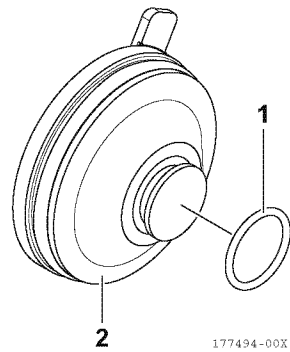

Abbildung 14
5. Den O-Ring (1, **Abbildung 14**) vom Deckel (2, **Abbildung 14**) abnehmen.